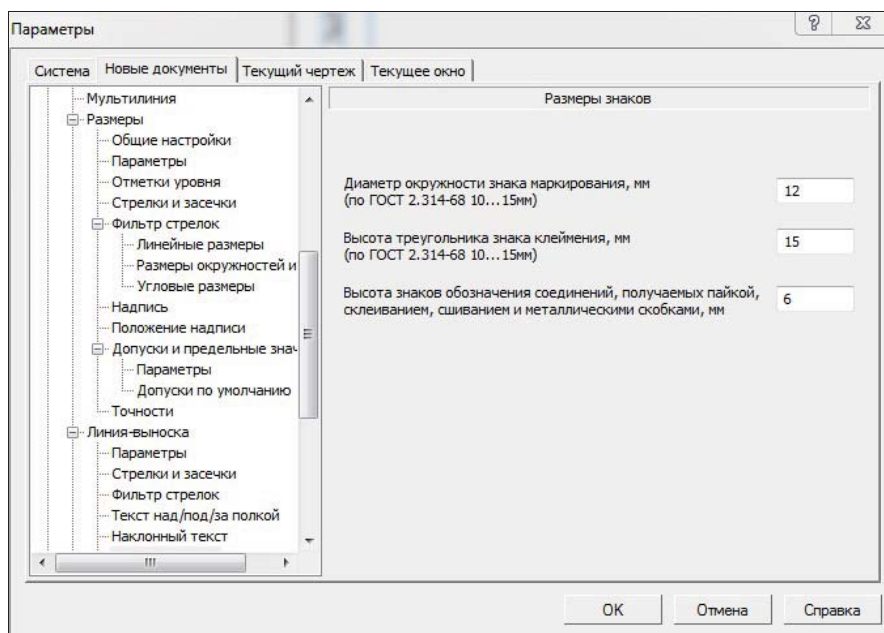

Рис. 17.26. Диалоговое окно **Параметры** с открытой панелью **Размеры знаков**
- ◆ выделите пункт **Размеры знаков** — в правой части появится панель **Размеры знаков** (рис. 17.26). На этой панели вы должны задать размеры окружности знака маркирования и треугольника знака клеймения: